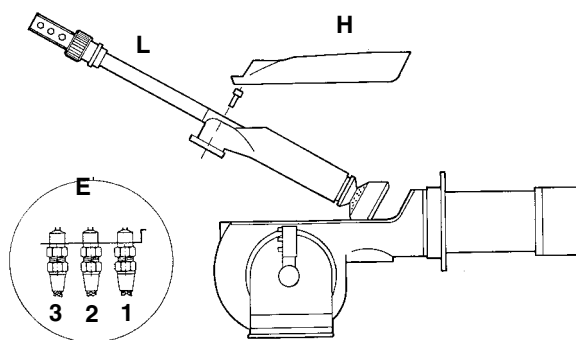

Fig. 22
- Smontaggio, pulizia e verifica della testa di combustione (vedere Fig. 22).
- 3 svitare i raccordi girevoli (E in Fig. 22) dei tubetti gasolio (usare 2 chiavi per evitare di allentare i raccordi fissati al blocchetto distributore).
- 4 Estrarre il gruppo completo come indicato in Fig. 22